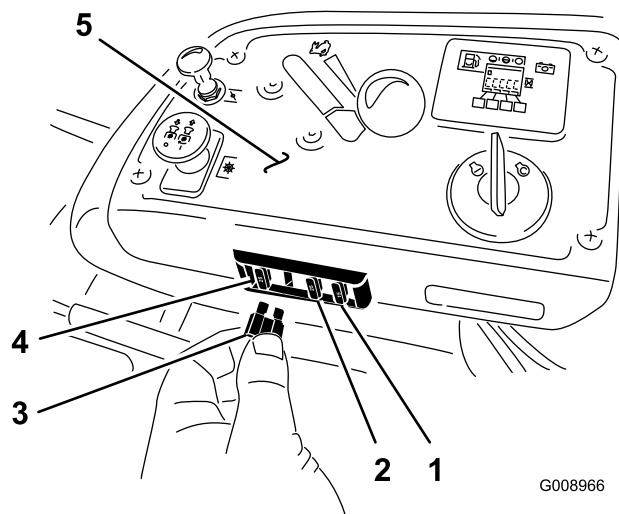

Figura 66
1. I fusibili sono posizionati sulla console a destra del sedile (Figura 66).
3. Montate un fusibile nuovo (Figura 66).